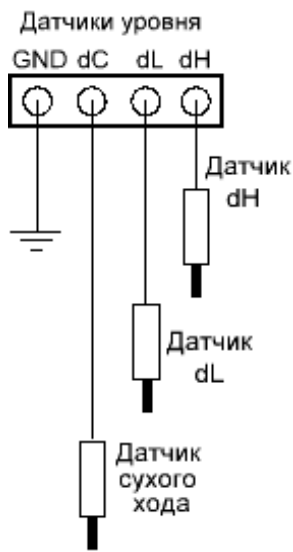

Рис.11
- электродные датчики уровня (рис.11).